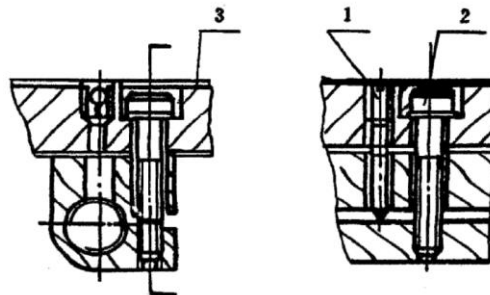

Рис.11-7. Схема регулировки винтовой гайки вертикального суппорта
Поперечный суппорт приводится в движение клеммной гайкой, которая перемещается при вращении ходового винта и используется для устранения зазора передачи путем регулировки посадки по диаметру сердцевины. При регулировке сначала ослабьте стопорный винт (1), а затем регулировочный винт (2) до тех пор, пока зазор не будет удален. После завершения работы снова затяните винт (1) и закройте пылезащитную крышку (3). См. рис.11-7.